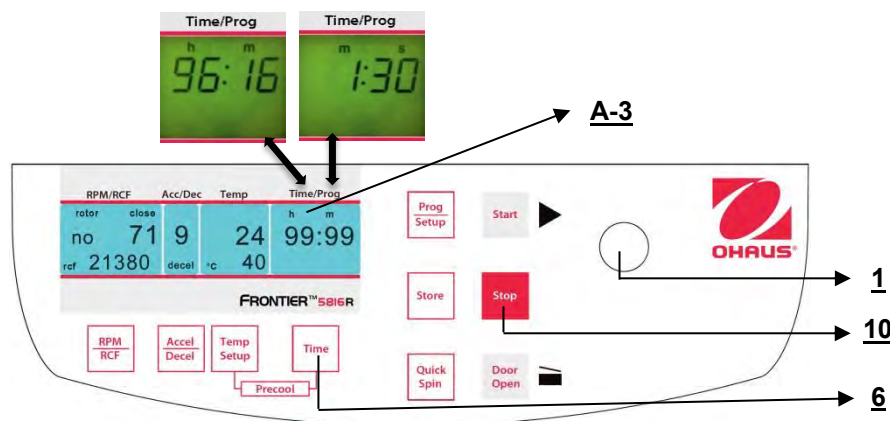

Figura 17
3. Il funzionamento continuo **"cont"**, può essere interrotto con il tasto **"Stop"**(10) (fare riferimento alla figura 17).
Il display indica sempre il tempo di funzionamento rimanente. (Vedere figura 17)